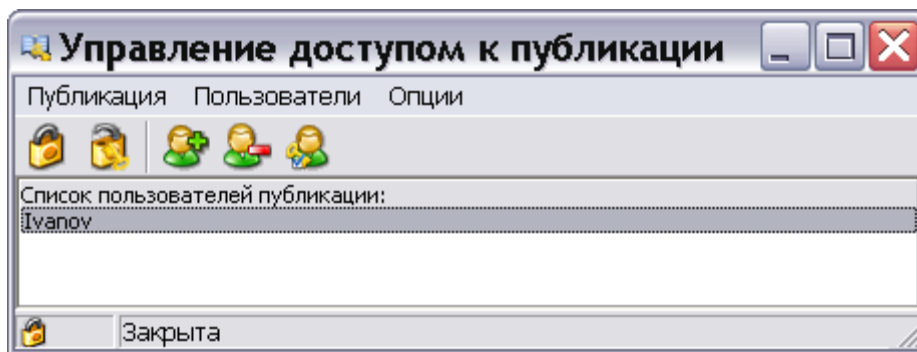

Рис. 197
6. Для предоставления права просмотра публикации только пользователям, внесённым в список, нажмите на кнопку **Защитить публикацию и записать служебные данные**  или в меню **Публикация** выберите команду **Защитить**. При этом изменится информация о доступе к публикации, отображаемая в нижней части окна (Рис. 197).